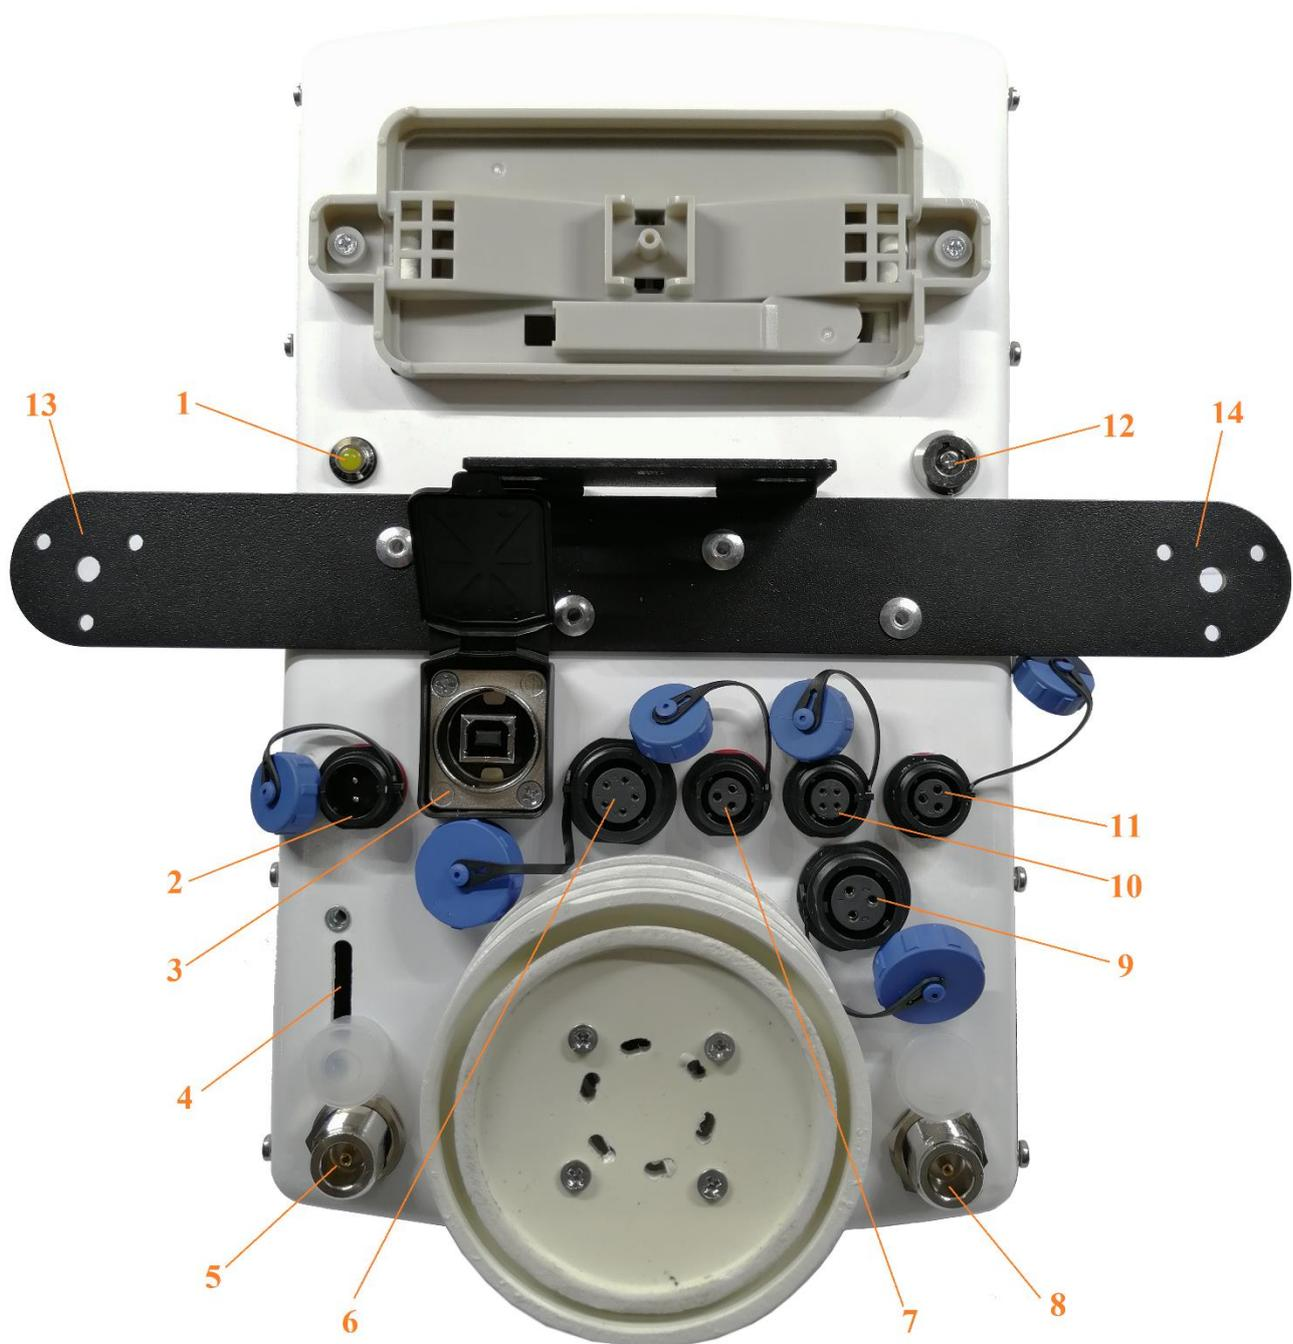
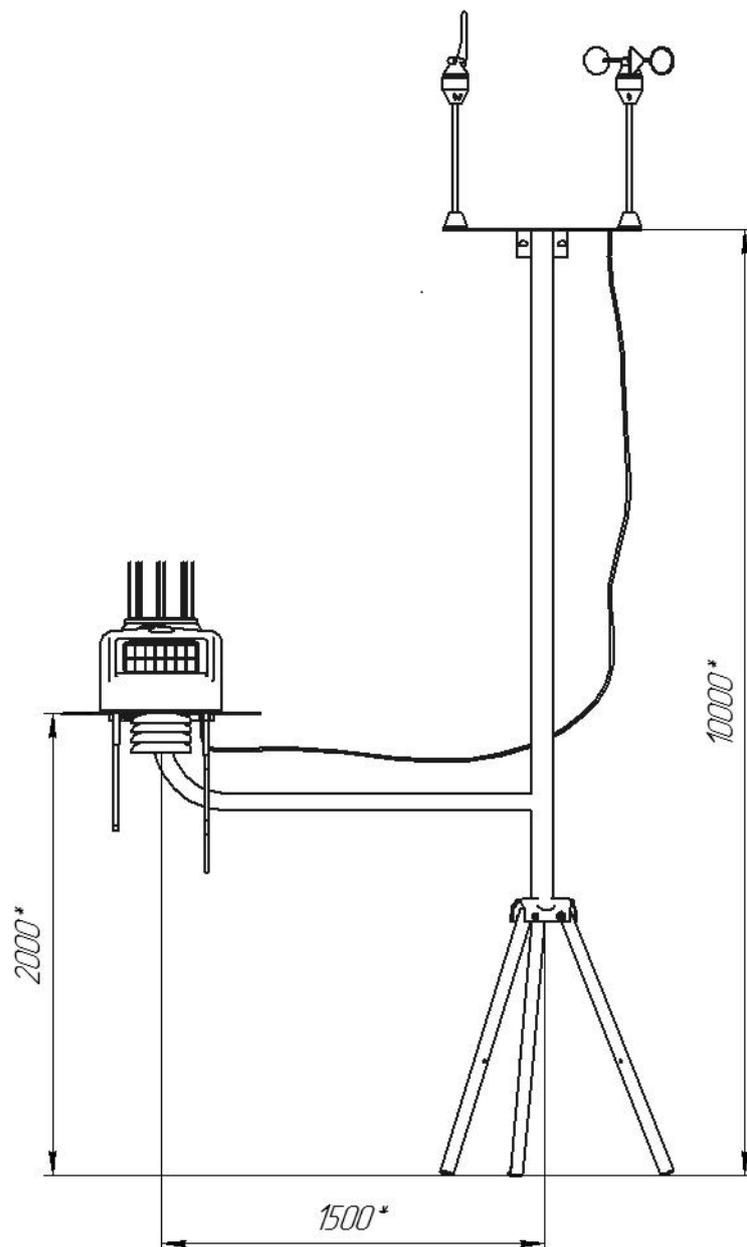

Рис. 6. Расположение разъемов на нижней панели станции «СОКОЛ-М1»:
Рис.7. Возможное расположение датчика ветра относительно метеостанции «СОКОЛ-М1»
6.7.1. Установить SIM-карту в разъем (рис.5; на рис.6 поз.4), карта устанавливается контактами «внутрь» корпуса станции до щелчка;
6.7.2. Включить питание станции «СОКОЛ-М1» с помощью ключа 12 (рис. 6). Включение/выключение изделия осуществляется двойным поворотом ключа.
- установить измерители скорости и направления воздушного потока на корпус метеостанции и зафиксировать с помощью крепежных винтов (рис. 6). Установить крыльчатку анемометра на вал измерителя скорости воздушного потока, закрепить шайбой и винтом;
- подключить интерфейсные кабели измерителей направления и скорости ветра к разъемам 7 и 11 согласно маркировке на корпусе изделия (рис.6). Опционально датчики ветра могут быть установлены на расстоянии до 10 метров от метеостанции. Возможное расположение датчиков ветра относительно метеостанции «СОКОЛ-М1» указано на рис.7;
- установить антенны 5 и 8 согласно маркировке на корпусе изделия (рис.6);
- соединить метеостанцию с ПК с помощью USB-кабеля, идущего в комплекте (см. рис.6);
Станция запустится, начнет мигать светодиод с частотой 3 раза в секунду. Ключ можно оставить в положении OFF (он отключает аккумулятор от станции). Если станция используется при низких температурах (от 0 и ниже), а также имеются проблемы с перебоями питания, то можно подключить аккумуляторы (ключ 12 на рис.6 в положении ON) как источник бесперебойного питания.
6.10.3. Подключить кабель MODBUS в разъем RS-485 (см. рис.6), отправить в станцию запрос на чтение («общение» со станцией идет в формате запрос-ответ). Обновление показаний будет происходить каждые 15 секунд по каналам измерения скорости и направления ветра и каждые 5 секунд по остальным каналам измерений. В программе-конфигураторе можно установить диапазон обновления показаний 10÷59 минут. (См. п. 6.4)